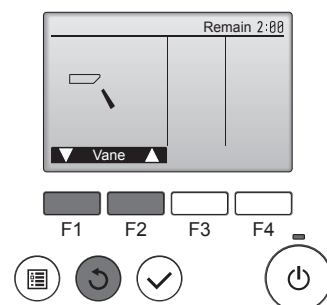

Fig. 7-4
- 2 Pulse el botón [ACEPTAR] para visualizar la pantalla de funcionamiento Lama, y luego pulse los botones [F1] y [F2] para comprobar el sistema automático de desviación del aire. (Fig. 7-4)